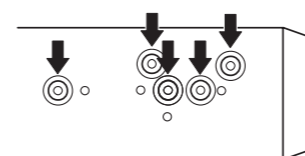
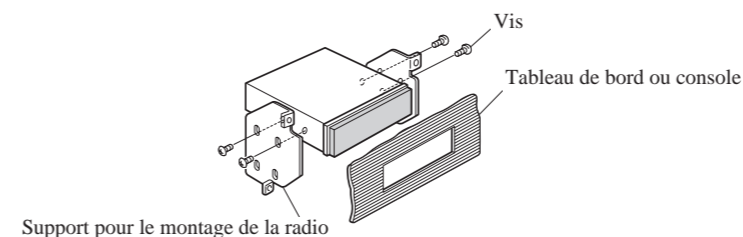

Fig. 8
Fig. 9
**2. Fixation de l'appareil au support pour le montage de la radio installée par le constructeur. (Fig. 8) (Fig. 9)**